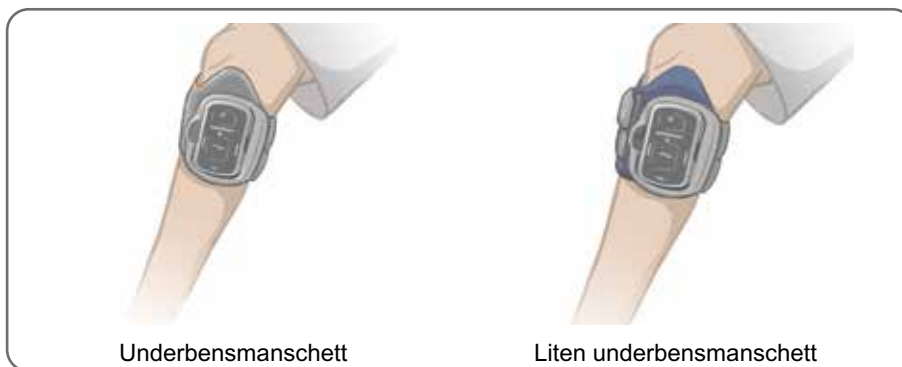

Bild 6-14: Underbensmanschett fastsatt på benet
5. Se till att underbensmanschetten sitter rätt. Se bild 6-14. Flytta underbensmanschetten vid behov. Justera kardborrbanden så att den sitter tätt. Se bild 6-12.